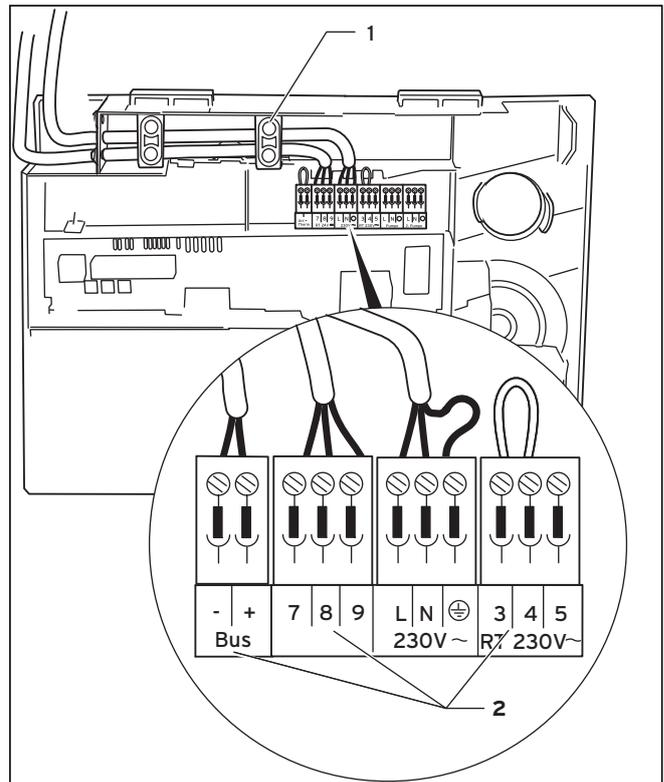

Abb. 5.11 Anschluss einer witterungsgeführten Regelung
- Schließen Sie die Anschlusskabel entsprechend Abbildung 5.11 an die entsprechenden ProE Stecker (2) bzw. Steckplätze der Elektronik an.